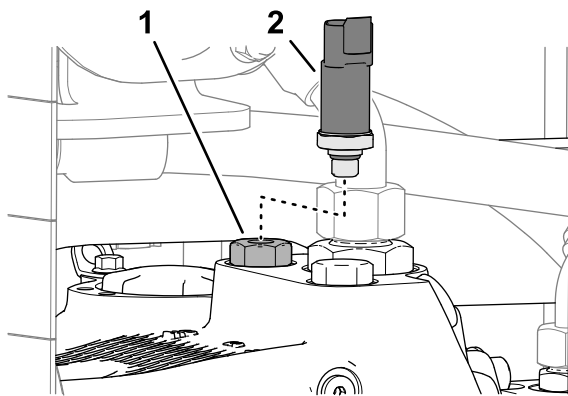

Bild 19
- Entfernen Sie den Bremsdruckwandler (Bild 19) vom Reduzierstück ($\frac{3}{4}$ " x $\frac{7}{16}$ ").